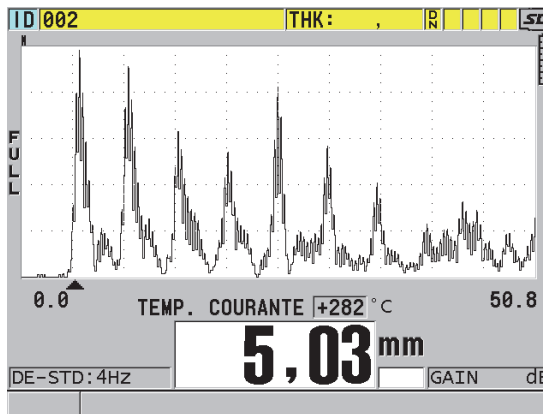

Figure 10-19 Affichage de données liées à la compensation de la température
- Appuyez sur la touche [MEAS] pour retourner à l'écran de mesure avec la fonction de compensation de température activée (Figure 10-19 à la page 187). L'épaisseur mesurée est compensée pour la température en fonction des valeurs entrées aux paramètres **TEMP. DÉTALONNAGE**, **TEMP. COURANTE** et **COEFFICIENT DE TEMP.**